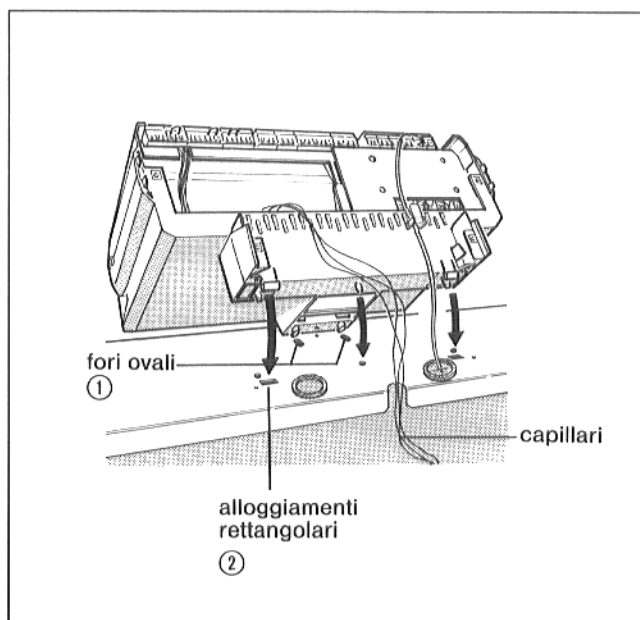

Fig. 23
- Posizionare l'apparecchio di regolazione in modo da poter introdurre i ganci che si trovano sul fondo dell'apparecchio di regolazione nei fori ovali ① del coperchio anteriore della caldaia (Fig. 23).
- Disporre i capillari nel ritaglio del coperchio anteriore della caldaia (Fig. 23).
- Condurre il cavo del bruciatore e, con regolazione «Ecomatic», il cavo della sonda termica, attraverso il passante di gomma (Fig. 23).
- Tirare in avanti l'apparecchio di regolazione premendo verso il basso finché i due ganci elastici non fanno presa negli alloggiamenti rettangolari ② (Fig. 23).